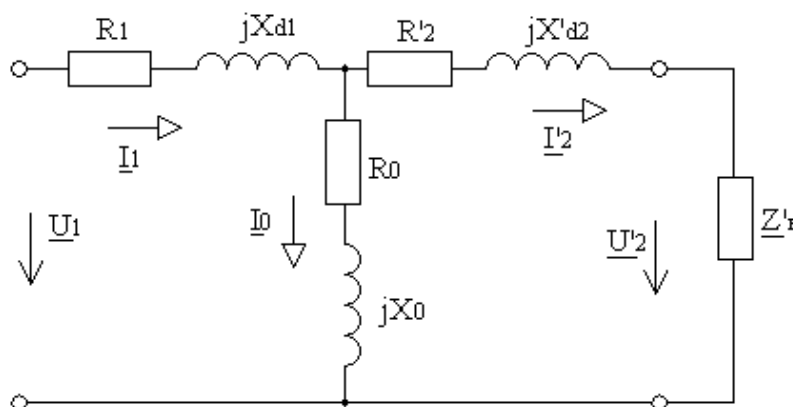

Рисунок 16 – Т-образная схема замещения трансформатора
1. Составим Т-образную схему замещения трансформатора (см. рис. 16).